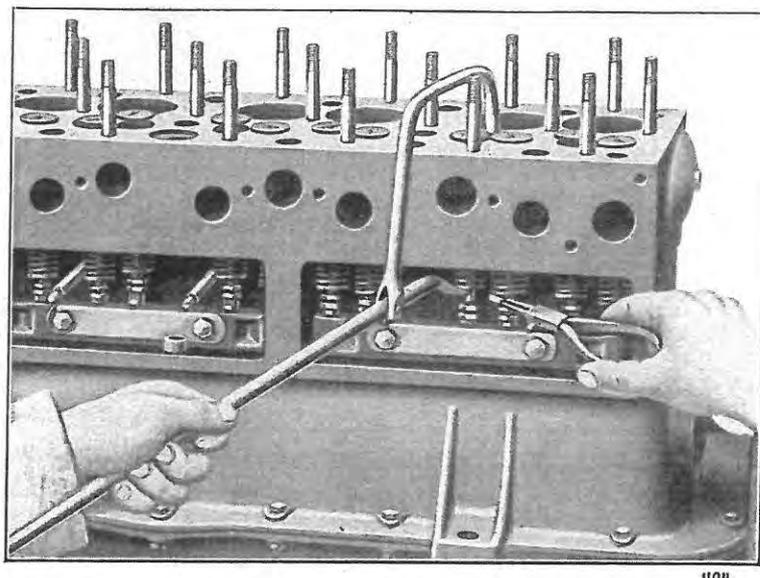

Fig. 7. — Remontage d'une soupape.
2. Remonter une soupape (*Fig. 7*).